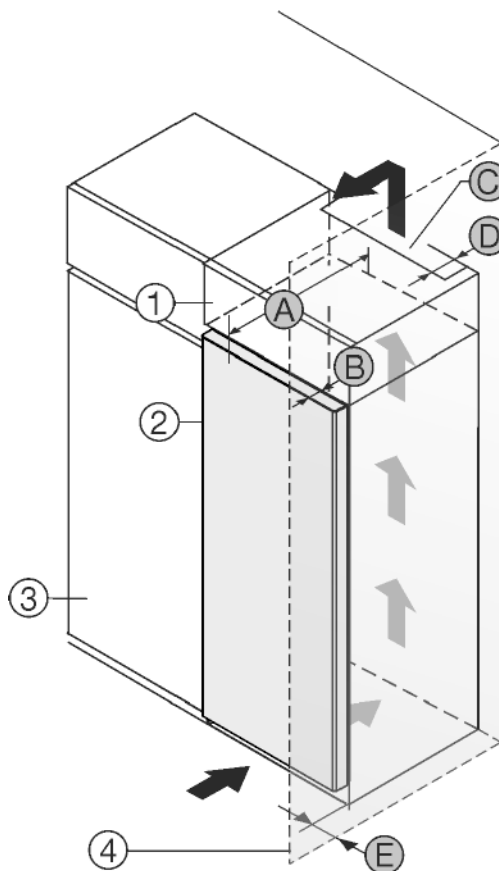

Fig. 1
- (3) Armario de cocina *
- (4) Pared *
- (A) Profundidad del aparato *
- (D) Distancia con respecto a la parte trasera del aparato *
- (E) Distancia con respecto al lateral del aparato *
Puede colocar el electrodoméstico directamente al lado del armario de cocina Fig. 1 (3).*
En la parte trasera del armario superior debe haber una cámara de salida de aire con una profundidad Fig. 1 (D) que abarque toda la anchura del armario.*
Bajo el techo de la estancia debe mantenerse la sección transversal de ventilación Fig. 1 (C).*
Si el electrodoméstico se instala con las bisagras junto a una pared Fig. 1 (4), la distancia entre el electrodoméstico y la pared debe ser de como mínimo 13 mm .*
Si el electrodoméstico se instala con las bisagras junto a una pared Fig. 1 (4), la distancia entre el electrodoméstico y la pared debe ser de como mínimo 20 mm .*
Para poder abrir totalmente la puerta, el electrodoméstico debe sobresalir la profundidad de la puerta Fig. 1 (B) respecto del frente del armario de cocina. El electrodoméstico puede sobresalir más en función de la profundidad de los armarios de cocina Fig. 1 (3) y del uso de distanciadores de pared.*